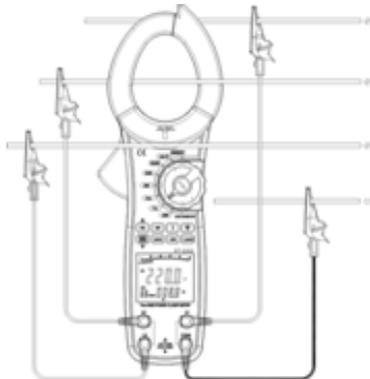

Figure 6
3. Voyez la méthode de connexion sur les figures 6, 7 et 8.
Sur la figure 6 $\Sigma W = W1 + W2 + W3$.
3. La méthode de connexion de 4 conducteurs triphasés ou 3 conducteurs triphasés est montre sur les figures 6 et 15.
3. Pour la méthode de connexion triphasée de 4 conducteurs et triphasée de 3 conducteurs voir la figure 6 et 15.